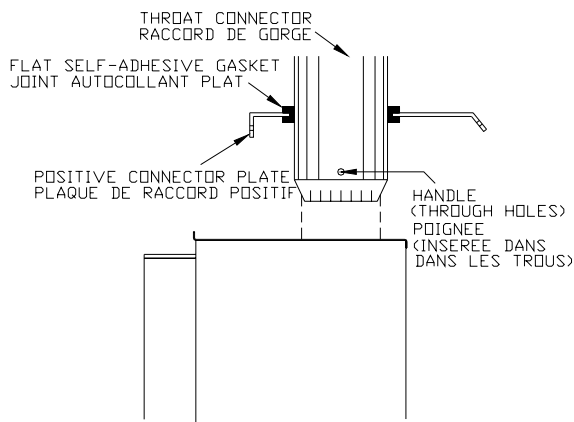

Figure 4
- D. Installez le joint plat autocollant à l'intérieur de l'ouverture de 152 mm (6") de la plaque. Insérez la poignée dans les deux trous du raccord de la gorge (voir la figure 4). Installez l'extrémité femelle du raccord de gorge à l'intérieur de l'ouverture de la plaque de façon à ce qu'elle tienne en place par friction, prête à être tirée vers le bas ultérieurement.